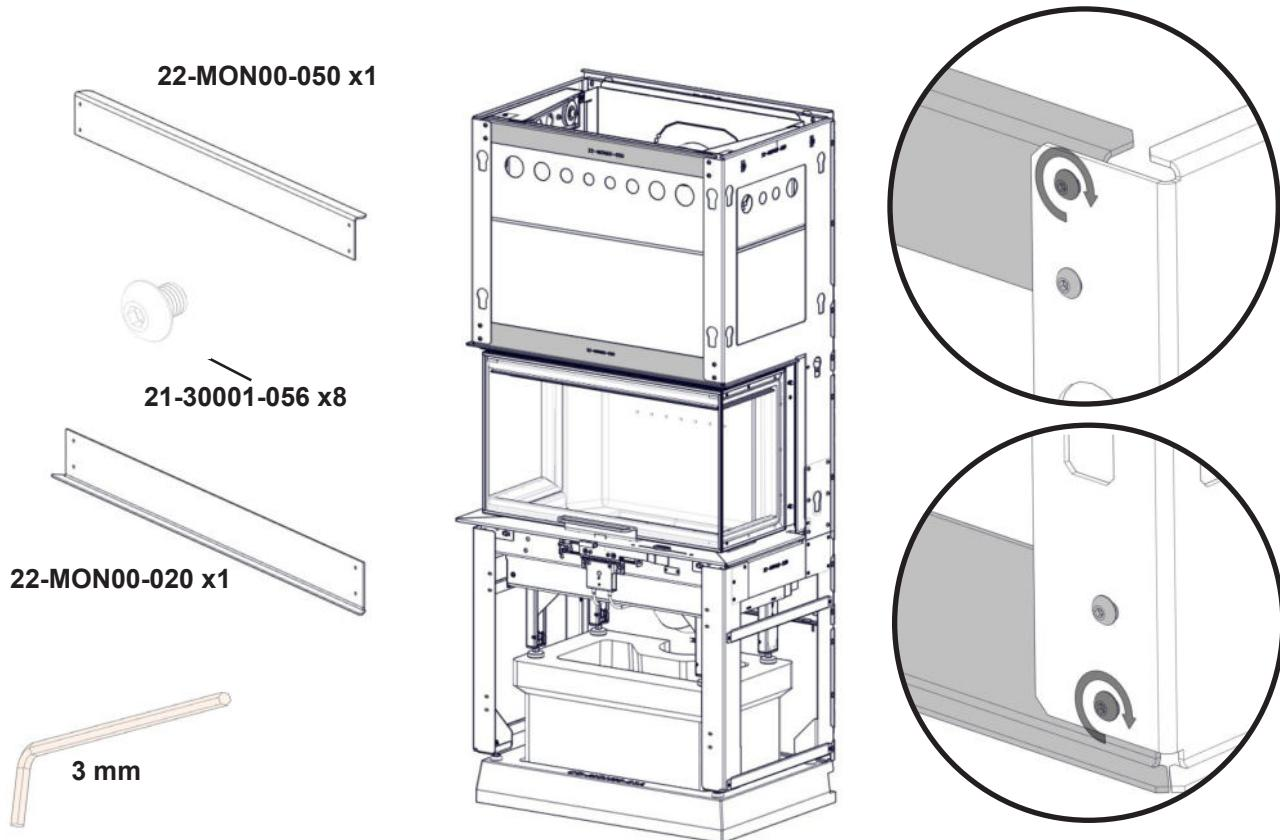

**FIG 9**
**NO:** Monter brakettene i henhold til fig. 9, 10, 11 og 12. **Stram ikke til mutrene da rammen må kunne bli justert senere.**
**GB:** Assemble brackets as shown on FIG 9, 10, 11 and FIG 12. **Do not fasten the screws completely leaving parts of surrounding frame adjustable.**
**SE:** Montera fästen enligt fig. 9, 10 11 och 12. **Dra inte åt muttrarna slutgiltigt än – den omgivande ramens delar kan behöva slutföras.**